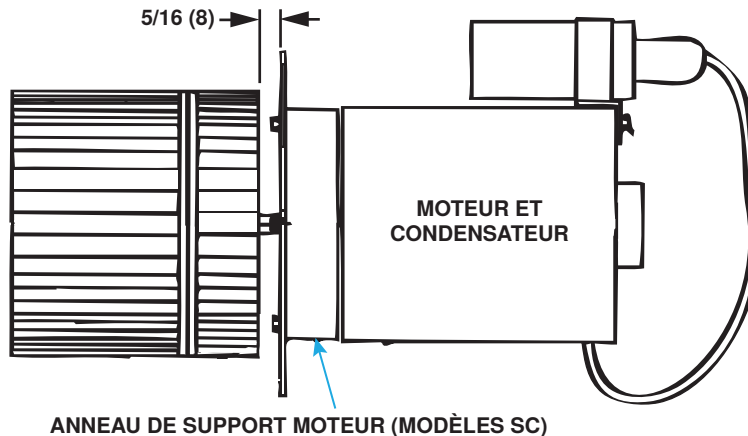

Figure 13. Ensemble moteur d'aérateur et roue
6. Conservez toutes les fixations pour réutilisation, y compris l'anneau de support sur les modèles SC (voir Figure 13).
- a. Fixez la roue de ventilation à l'arbre du moteur de remplacement à l'aide de la quincaillerie existante. Assurez-vous qu'il y a un espace de 5/16 de pouce entre la roue et la plaque de montage du moteur, comme indiqué à la Figure 13. Fixez le moteur de ventilation et l'ensemble roue au four à l'aide de la quincaillerie existante.